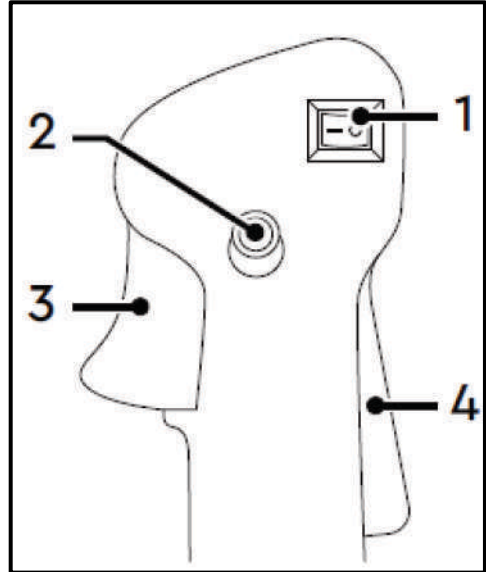

Рис. 39
- Натисніть на вимикач запалювання (1), перевівши його в положення «I» (Рис. 39).
- Для того щоб ріжучий елемент почав обертатися, натисніть і утримуйте клавішу блокування важеля газу (4), важіль газу (3) (Рис. 39).
- Мотокоса оснащена кнопкою (2) фіксації важеля газу (3) в натиснутому положенні, що суттєво додає зручності при роботі. Для того щоб зафіксувати важіль газу (3) в натиснутому положенні, необхідно натиснути й утримувати клавішу блокування важеля газу (4) та важіль газу (3), після чого натисніть кнопку (2) фіксації важеля газу (3). Відпустіть органи управління рукоятки (Рис. 39).
- Натисніть на вимикач запалювання (1), перевіші його в положення «0» – «Запалювання вимкнено», після чого двигун заглохне (Рис. 39).